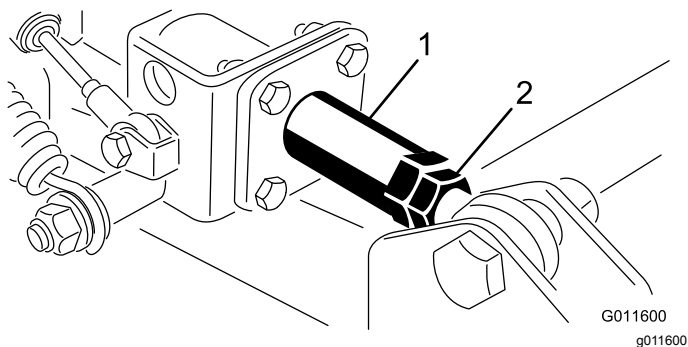

Figura 6
- D. Se a plataforma não estiver alinhada com a unidade de tração, desaperte a porca de retenção na extremidade da barra do conjunto do braço da plataforma lateral (Figura 6). Ajuste o acoplador de forma a que rode livremente dentro do tubo do amortecedor. Faça todos os ajustes com a extremidade da barra do braço amortecedor aparafusado à plataforma.